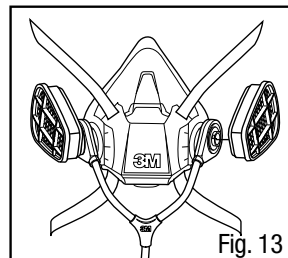

Fig. 13
3. Choisir les cartouches et/ou les filtres appropriés à la protection respiratoire voulue, puis les relier aux baïonnettes extérieures des tuyaux de respiration à deux arrivées d'air SA-1600 ou SA-2600 (Fig. 13).